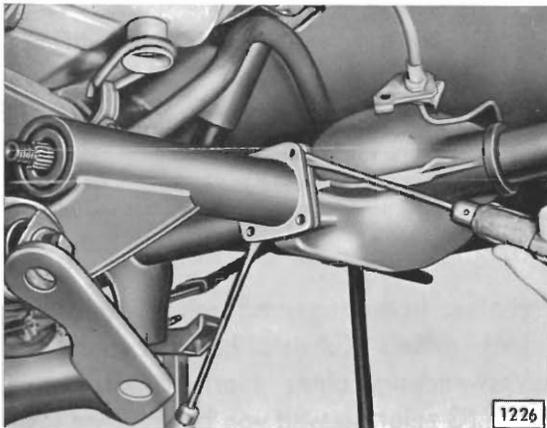

Bild 54 - Hinterachsverlängerung von Hinterachse und Antriebkegelrad mit zwei starken Schraubenziehern abdrücken
5. Hinterachsverlängerung mit Hinterachsgeelenk mittels Kunststoffhammer und unter Verwendung eines Hartholzklotzes, wie Bild 53 zeigt, so weit von Hinterachse lösen, bis sich zwei starke Schraubenzieher, deren Lage aus Bild 54 hervorgeht, zwischen Hinterachsverlängerung und Achse ansetzen lassen.
6. Mit Schraubenziehern Hinterachsverlängerung von Achse und Antriebkegelrad abdrücken (Bild 54) und abnehmen.